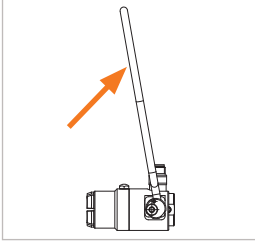

Abbildung 3
- ▶ Klappen Sie die Betätigung (Pos. 1) nach oben (*Abbildung 3*).